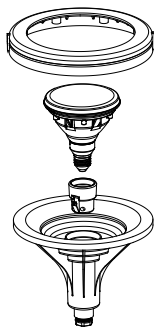

Fig. 3
3. Montieren Sie die Teile des Scheinwerfers ab, die man entfernen muss, um die Glühlampe zu entnehmen. (Diese Operation wird im Handbuch des Scheinwerfers ausführlich beschrieben) (Abb. 3)
3. Desmonte as peças necessárias do projetor para retirar a lâmpada incandescente (esta operação é descrita pormenorizadamente no manual do projetor) (Fig. 3).